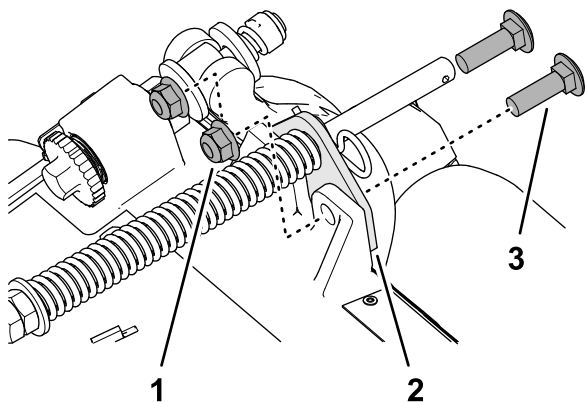

図 7
2. ターフ補正器用ブラケットをカッティングユニットのフレームに固定しているフランジロックナット $\frac{3}{8}$ "2個、キャリッジボルト $\frac{3}{8}$ x $1\frac{1}{4}$ "2本を外す 図 7。